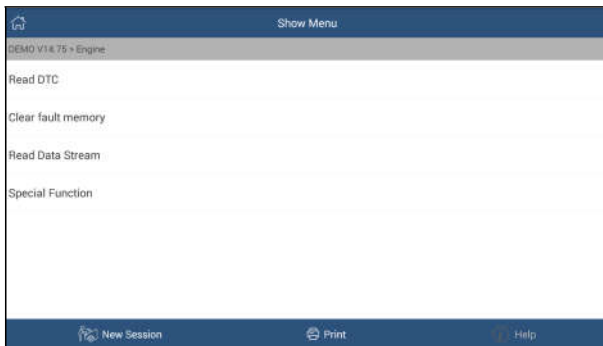

Рис. 5-4
- 3). Нажмите «Engine» (двигатель), система переходит в меню функций. См. рис. 5-4.